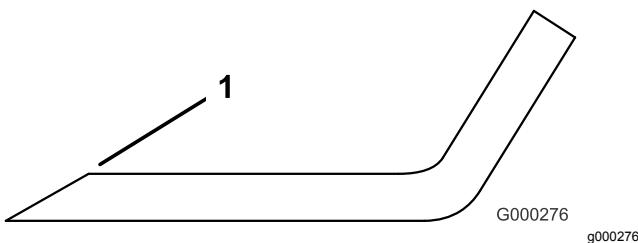

Bild 133
4. Schärfen Sie alle stumpfen und ausgekerbten Schnittkanten (Bild 133).